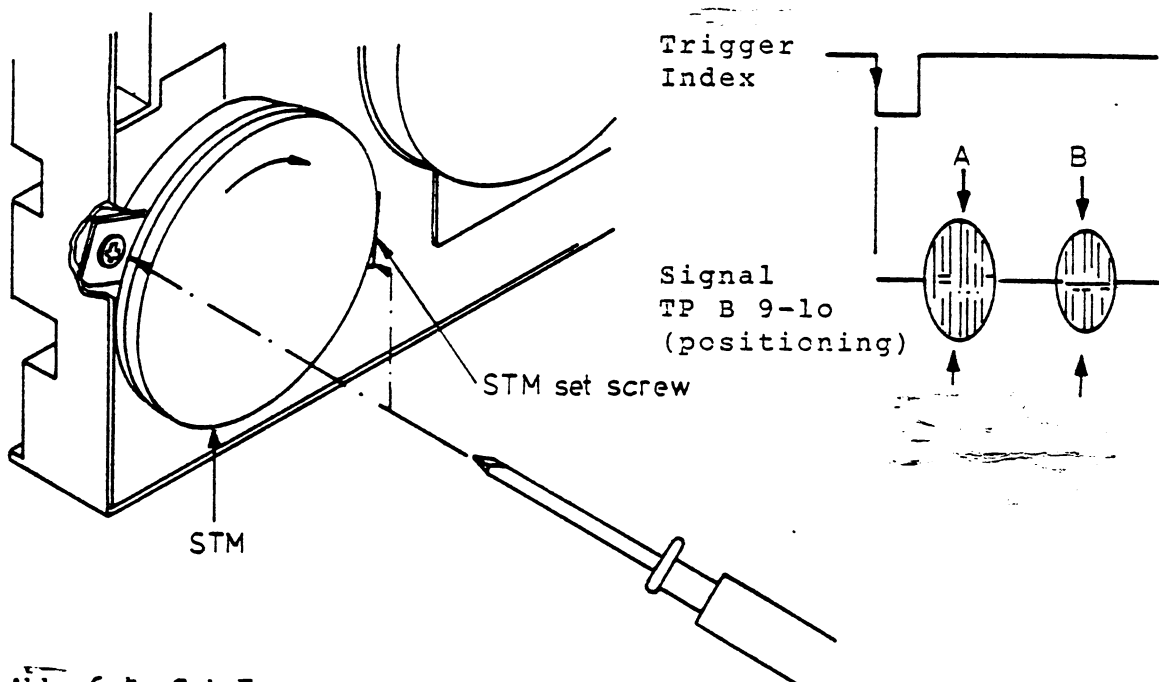

Abb. 6-4: Cat Eyes
3. Spur 00 bis 32 abtasten; an Testpunkt TPB9 und TPB10 im Read-Modus wie in Abb. 6-4 ablesen.
6. Zum Einstellen Schrauben lt. Abb. 6-4 lösen und den Stepper-motor so verdrehen, bis die Soll-Daten erreicht werden.